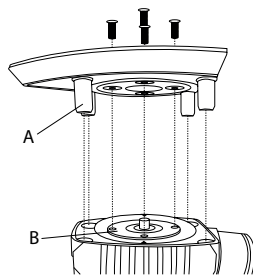

Abbildung 1
- ◆ Montieren Sie jetzt die gewünschte Schleifplatte. Stellen Sie sicher, dass die Befestigungsplatte **B** zu der Schleifplatte ausgerichtet ist. Die Gewindebohrungen der Befestigungsplatte **B** müssen zu den entsprechenden Löchern der jeweiligen Schleifplatte ausgerichtet sein. Die Gummistifte **A** **15** (nur Schleifplatte **9** und **11**) zu den Löchern im Gerät (siehe Abb. 1).